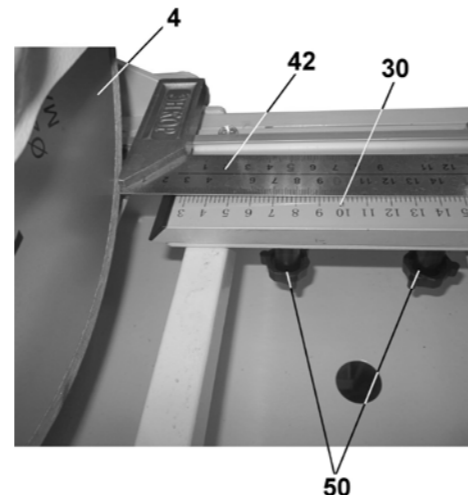

Рис. 13
10.2.2. Как показано на рис.13., проверьте показание линейки фронтального упора (30) относительно отрезного диска (4) с фактическим размером. Для корректировки положения линейки фронтального упора (30) ослабьте положение двух винтов фиксации (50), установите и закрепите фронтальный упор (30) в соответствии с показанием мерительного инструмента (42).